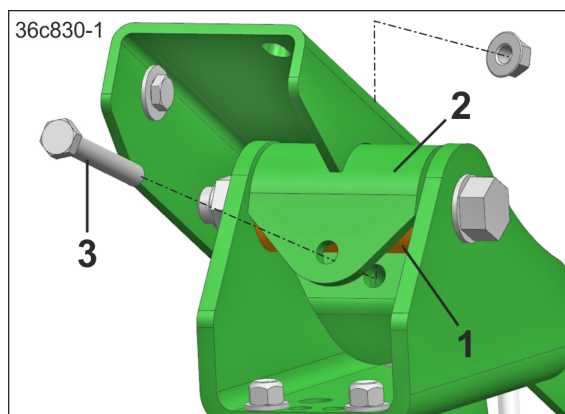

Рис. 95
3. Опорные втулки (Рис. 95/1) должны попасть в захватные гнезда (Рис. 95/2).
5. Зафиксируйте соединение болтами (Рис. 95/3).